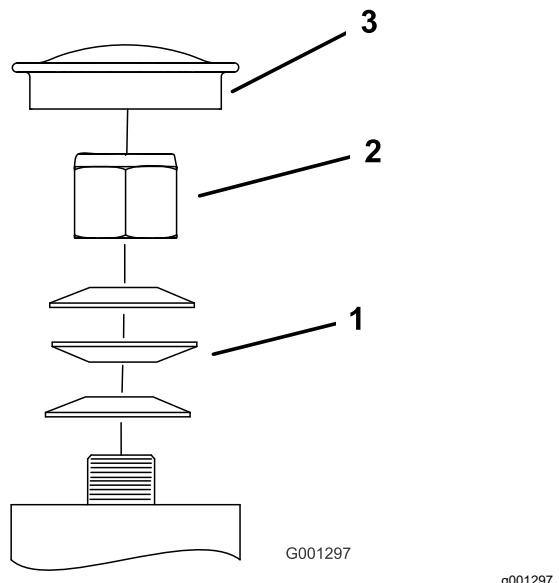

Figura 59
3. Retire el tapón guardapolvo de la rueda giratoria y apriete la contratuerca (Figura 59).
4. Apriete la contratuerca hasta que las arandelas elásticas estén planas, luego afloje la contratuerca  $\frac{1}{4}$  de vuelta para establecer la pre-carga correcta de los cojinetes (Figura 59).
5. Coloque el tapón guardapolvo (Figura 59).